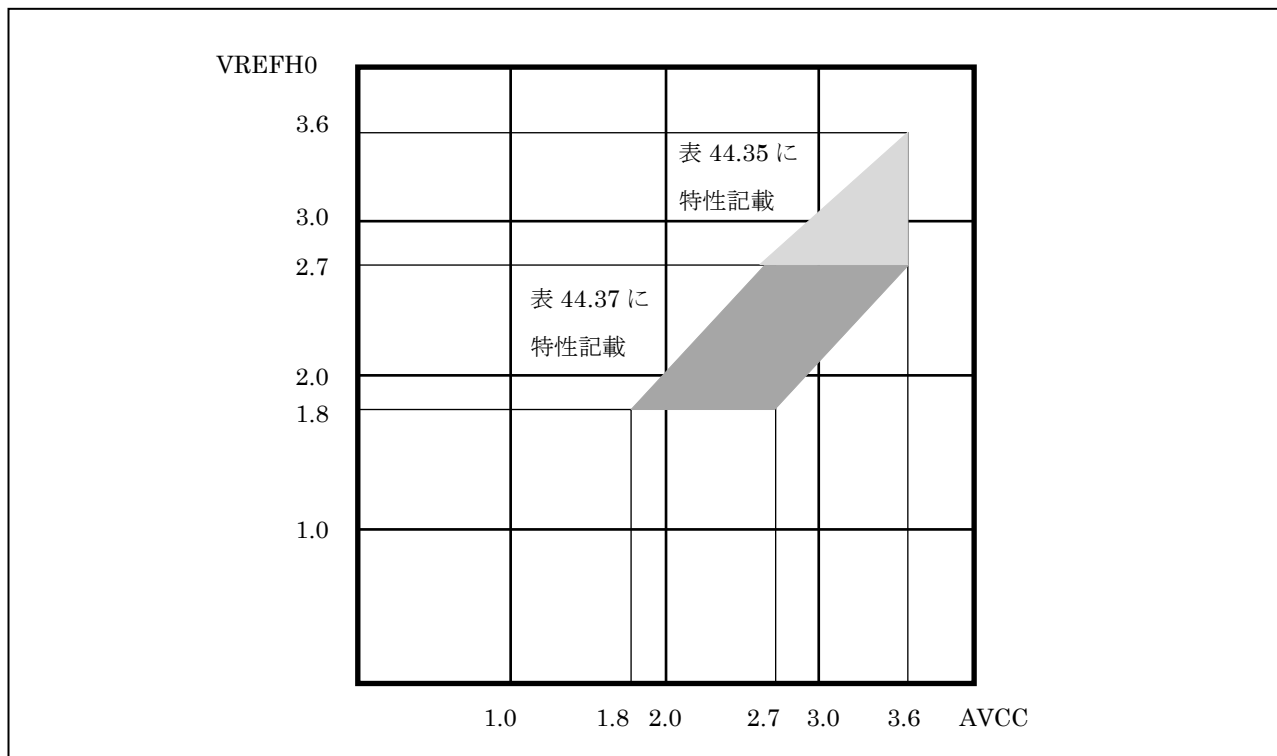

図44.xx AVCC-VREFH0 電圧範囲
■Page 1320 図44.xx AVCC-VREFH0 電圧範囲を追加します。